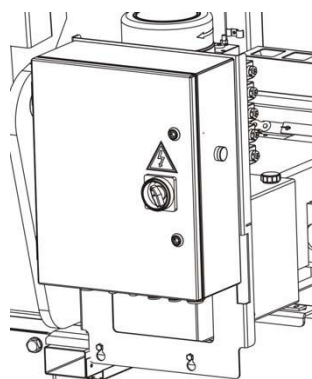
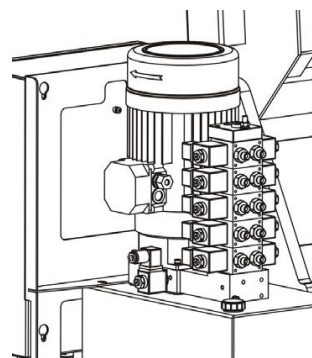

Рисунок 8
Рисунок 9
8.1.2 Подключить шинномонтажный стенд к сети, действуя главным рубильником 5, (рис. 8) и убедиться, что направление вращения двигателя гидравлического блока соответствует указаниям стрелки 6, (рис. 9).